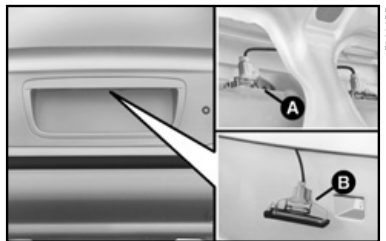

fig. 32
Siena Fire Flex fig. 32
- 1) levantar a tampa traseira. No lado interno da mesma se tem acesso aos dois porta-lâmpadas **fig. 32**.
- 2) retirar os porta-lâmpadas forçando levemente com uma chave de fenda no ponto **A**-fig. 32.
- 3) retirar a lâmpada do soquete, puxando-a **B**-fig. 32.